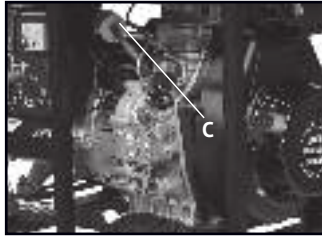

Рис. 13
- Этот фильтр (рис.13, С) необходимо заменять по мере его загрязнения, через 300 часов работы генератора, но не реже чем раза в год.